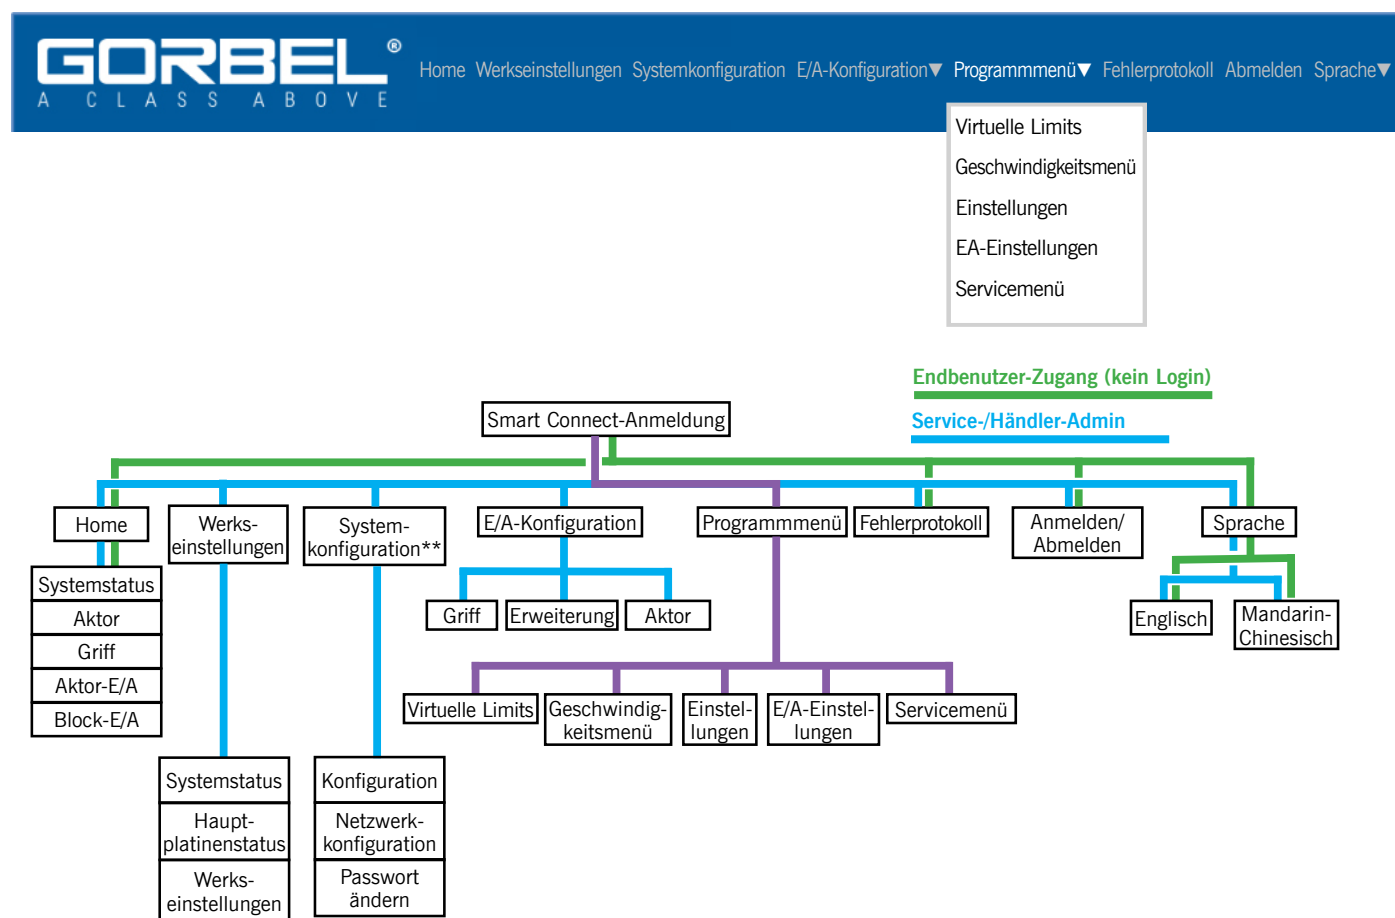

Abbildung 4B-36. Programmmenü und Untermenüs.
Die im Programmmenü verfügbaren Menüpunkte sind in **Abbildung 4B-36** auf dem Pfad in **VIOLETT** dargestellt.
2. Melden Sie sich bei der Smart Connect-Benutzeroberfläche an und wählen Sie **Programmmenü** auf dem Startbildschirm der Smart Connect-Benutzeroberfläche. Die Menüs in **Abbildung 4B-36** werden angezeigt.